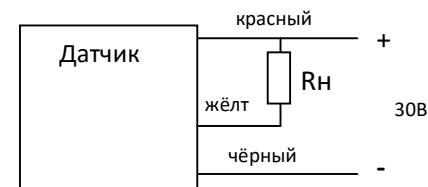

Рис. 3 Схема подключения нагрузки (Rн) и питания.
6.3. Схема подключения приведена на рис. 3 Приложения.